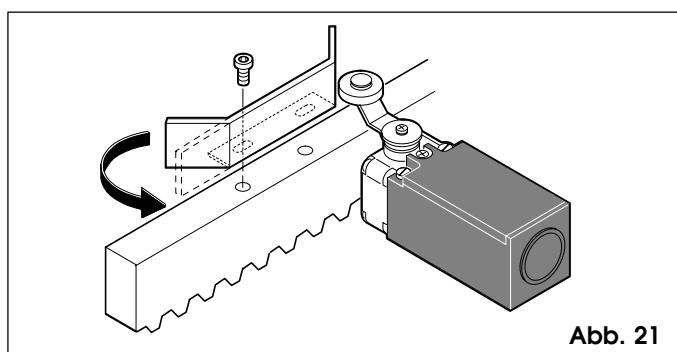

Abb. 21
Der Antrieb 884 ist mit einem elektromechanischen Endschalter mit Hebel und Rolle ausgestattet, der den Stopp der Bewegung des Tores in dem Moment ansteuert, in dem ein Formfeinblech, das im oberen Bereich der Zahnstange angebracht ist, den Hebel bis zum Einsatz des Mikroschalters verschiebt (Abb.21). Um die beiden mitgelieferten Endschalterfeinbleche korrekt anzubringen, ist folgendermaßen vorzugehen:
Anmerkung: die Feinbleche sind auch für eine eventuelle Befestigung mit Schrauben ausgelegt (Abb.21).
Wichtig: a) Das Feinblech sollte den Endschalter mit dem geformten Bereich aktivieren, wie aus Abb.21 hervorgeht.
b) Um zu vermeiden, daß das Feinblech den Endschalter überspringt (lange Bremsung) wird empfohlen, den geformten Endteil aufzurichten, wie in Abb.21 gezeigt.